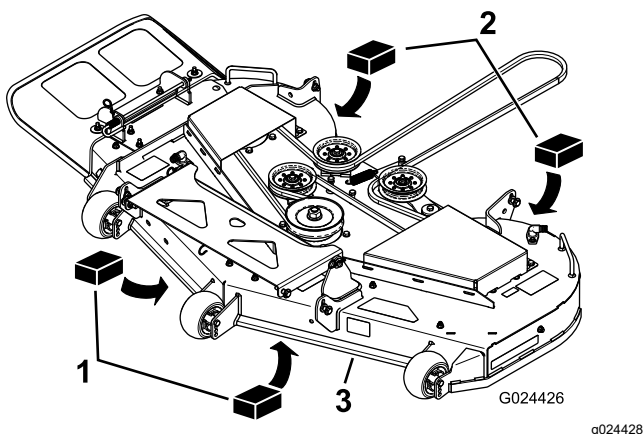

Рисунок 75
3. Установите 2 подставки толщиной по 6,6 см под каждую сторону передней кромки деки, но не под кронштейны защитного валика (Рисунок 75).
4. Установите 2 подставки толщиной по 7,3 см под заднюю кромку фартука режущей деки, по одной на каждой стороне режущей деки (Рисунок 75).